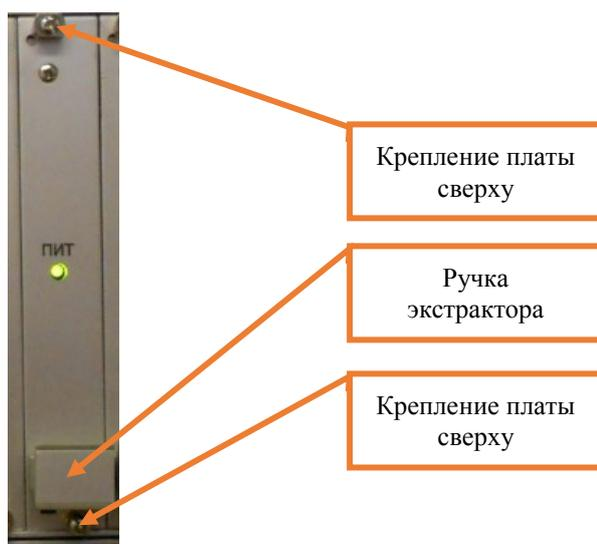

Рисунок 17. Крепление платы ПФЧ.
7.7.4 Отвернуть с помощью крестовой отвертки невыпадающие винты крепления в верхней и нижней части лицевой панели платы ПФЧ (Рисунок 17).
7.7.5 Нажать на ручку экстрактора и извлечь заменяемую плату ПФЧ из каркаса (Рисунок 17).